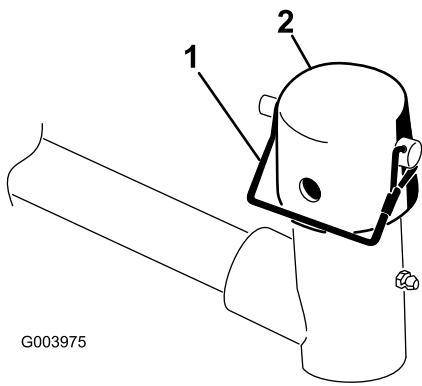

Figura 10
7. Retire el pasador de seguridad y el tapón de la horquilla de pivot del brazo de elevación (Figura 10).
11. Coloque el tapón sobre el eje del bastidor de tiro y la horquilla del brazo de elevación. Utilice la ranura si se desea una unidad de corte dirigible, y utilice el taladro si la unidad de corte va a quedar bloqueada en una posición fija (Figura 10).